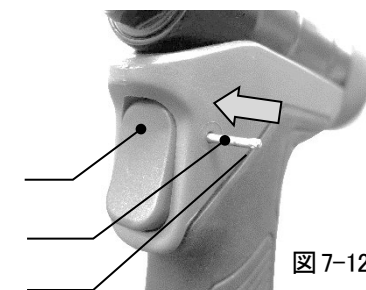

図 7-12
- 5) トリガーを装着し、トリガーピンのセレーション手前とし、ツール左方向より挿入、ハンマーにてやさしく叩き込んでください。(図 7-12)